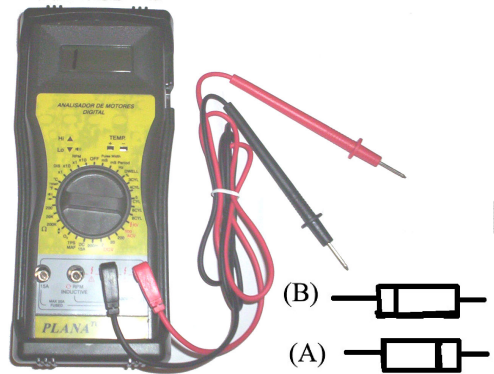

Fig.15
- Pegue o cabo de teste do **ADM-9000** e conecte as garras: preta e vermelha, conforme indicado na Fig.15;